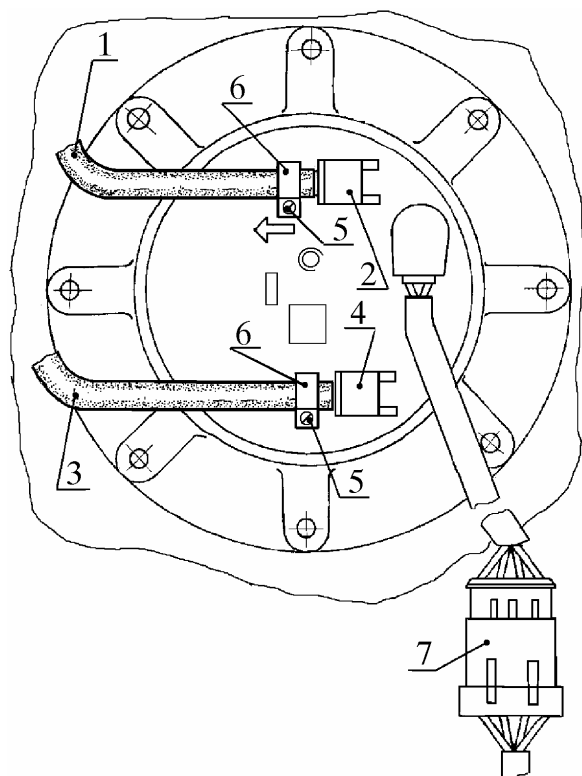

Рис. 8. Подсоединение топливных шлангов к штуцерам модуля и соединение колодки проводов
7.3. Подсоединить топливные шланги (рис. 8) к штуцерам модуля и **соединить колодку проводов** в последовательности, обратной снятию (см. пп. 5.8.1, 5.8.3), при этом выполнить следующие технические требования: